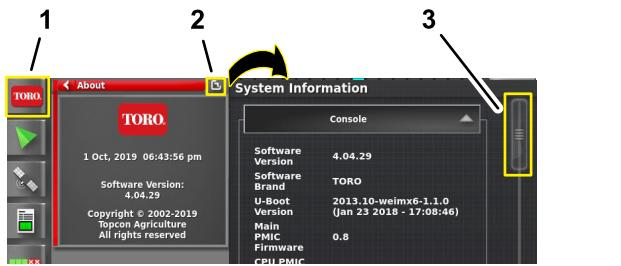

Рисунок 207
- Нажмите на значок ИНФОРМАЦИИ О СИСТЕМЕ и затем проведите по значку ПОЛНОЭКРАННОГО РЕЖИМА в верхнем правом углу окна информации о системе (Рисунок 207).